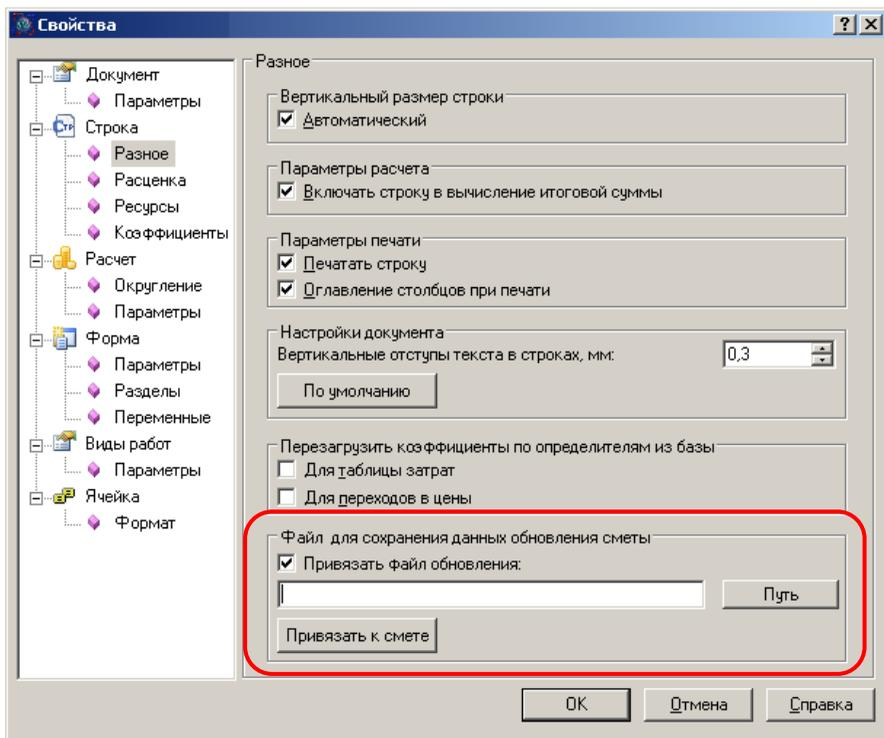

Рис. 6.1 Диалоговое окно «Свойства» раздел «Строка» / «Разное».
1. Выберите раздел «**Строка**» / «**Разное**» диалогового окна «**Свойства**» (Рис. 6.1), выполнив команду **Свойства формы** на вкладке **Главная** для формы локальной или объектной сметы.
2. Выполните команду **Свойства формы** на вкладке **Главная**. В диалоговом окне «Свойства» выберите раздел «Строка» / «Разное» (Рис. 6.1).